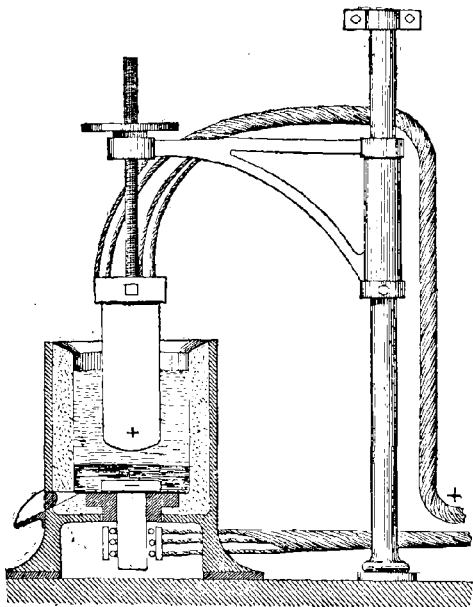

Fig. 15. Appareil Héroult-Kiliani.
**Préparation.** — On prépare l'aluminium en traitant soit la *bauxite*, soit la *cryolithe* dans des fours à réverbère ou bien en décomposant par le courant électrique un mélange de cryolithe et de sel marin (fig. 15, 16 et 17).